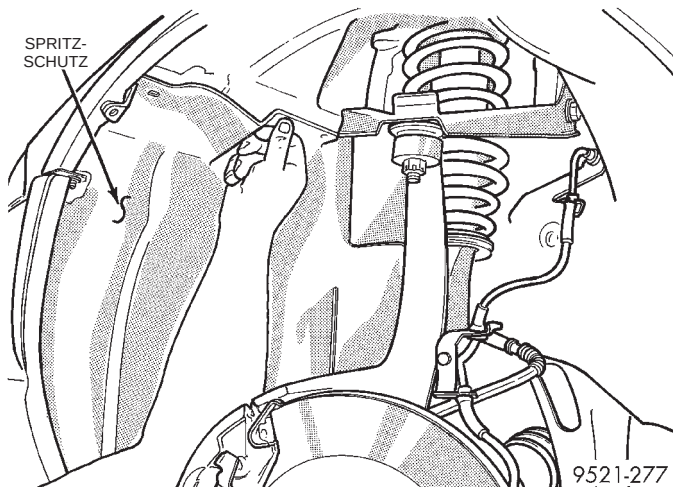

Abb. 47 Spritzschutz unten
(11) Spritzschutz unten links und rechts ausbauen (Abb. 47).